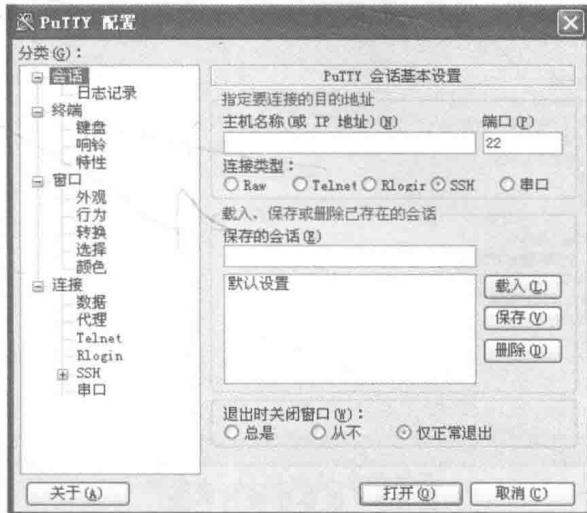
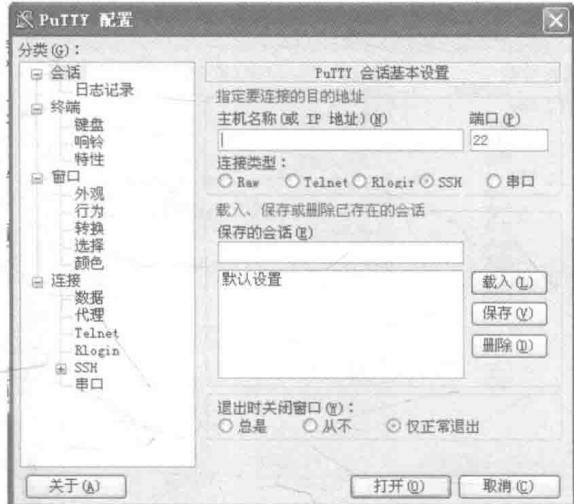

图 4-2 PuTTY 启动界面
图 4-5 初始启动界面
(1) 把 PuTTY 下载到 PC 机，双击“putty.exe”，启动界面如图 4-2 所示。
(3) 我们在如图 4-2 所示的界面中点击“会话选项”，出现初始启动界面，如图 4-5 所示，默认的连接类型为“SSH”。